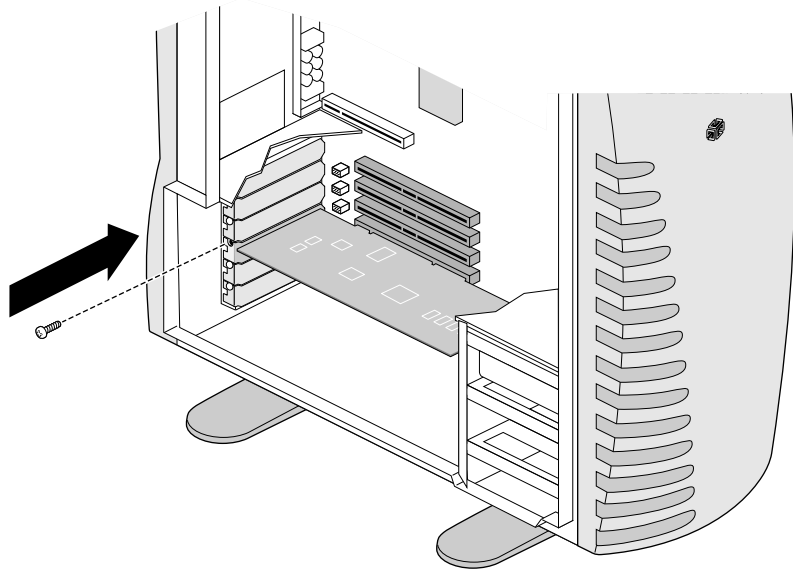

Figura 5-4 Inserindo o parafuso da placa PCI
13. Insira o parafuso retirado no painel vazio de E/S e aperte-o até que a placa PCI esteja firmemente presa ao chassi. Veja a Figura 5-4.